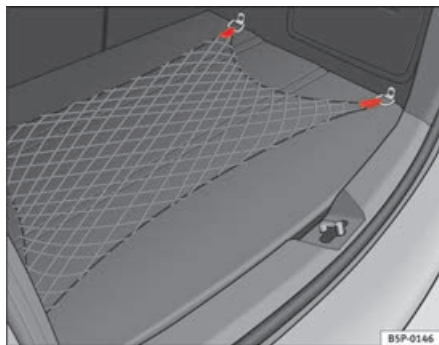

Fig. 108 Rete portaoggetti del vano bagagli
- Utilizzare gli anelli di ancoraggio che si trovano nelle parti laterali del vano bagagli, per fissare la rete portaoggetti ⇒ fig. 108.